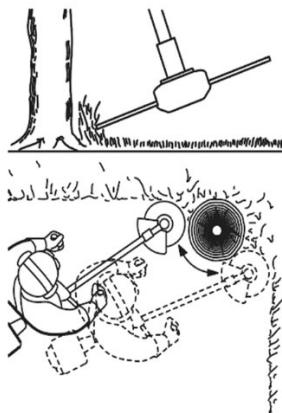

Рисунок 14. Схема скошування трави навколо дерев.
3. Під час скошування пересувати виріб повільно та обережно, щоб жилка не торкалася стовбура дерева й не пошкодила кору. Кожне дерево обходити зліва направо по колу (рис. 14).